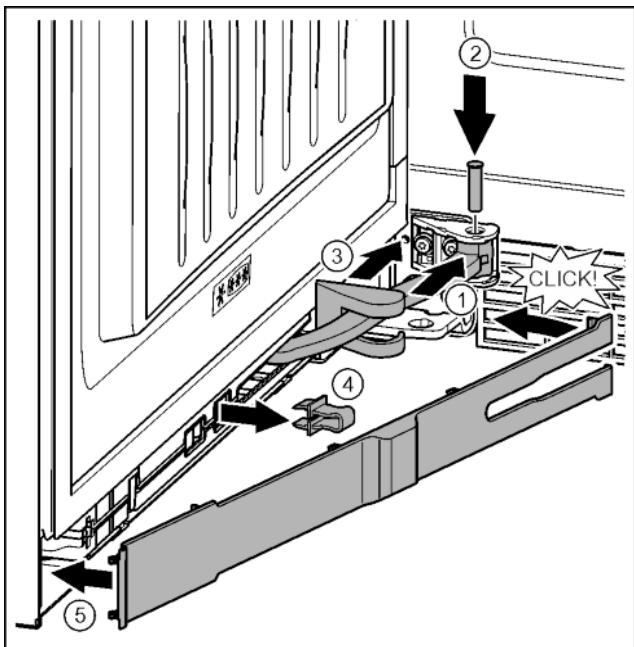

Fig. 46
- ▶ Завъртете шарнира в окачването. Fig. 46 (1)
- ▶ С отвертка T15 поставете болта в окачването и шарнира. При това обърнете внимание на това, фиксиращата гърбица да е легнала правилно в жлеба. Fig. 46 (2)
- ▶ Избутайте капака на лагерната стойка по продължение на шарнира и го монтирайте над окачването. Fig. 46 (3)
- ▶ Свалете предпазителя. Fig. 46 (4)
- ▶ От страната на дръжката поставете капачката и я завъртете навътре. Fig. 46 (5)